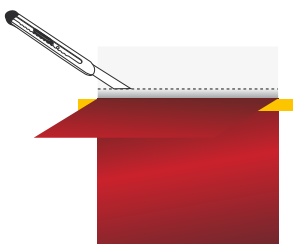

Abbildung 03
- › 10 cm Liner abziehen. (Abb. 03)